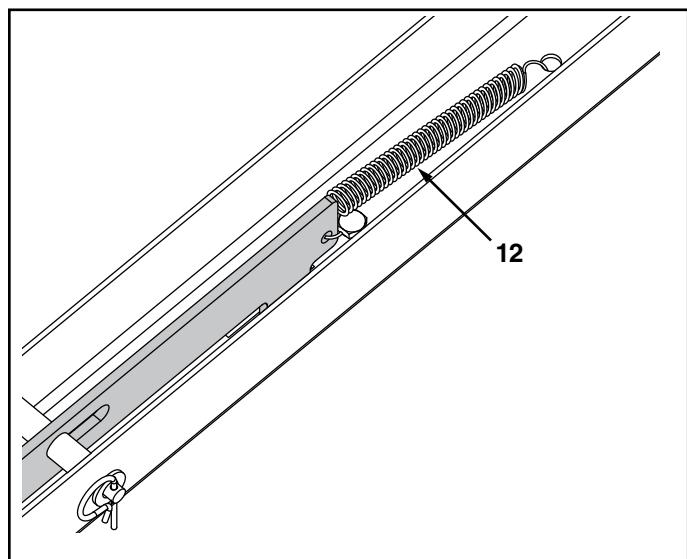

FIGURE 5
STEP 5: (SEE FIGURE 5)
1. Attach the extension spring (12) to the hole in the tongue and the hole in the latch.
1. Attacher la pédale (7) et le verrou (10) au timon avec deux axes à épaulement de 3/8 po x 3-1/4 po (V), quatre bagues d'espacement (J), deux rondelles de 3/8 po x 0,875 po (L) et deux goupilles en épingle de 3/32 po x 1/8 po (S).
ÉTAPE 5 : (VOIR FIGURE 5)
1. Attacher le ressort de traction (12) au trou du timon et au trou du verrou.